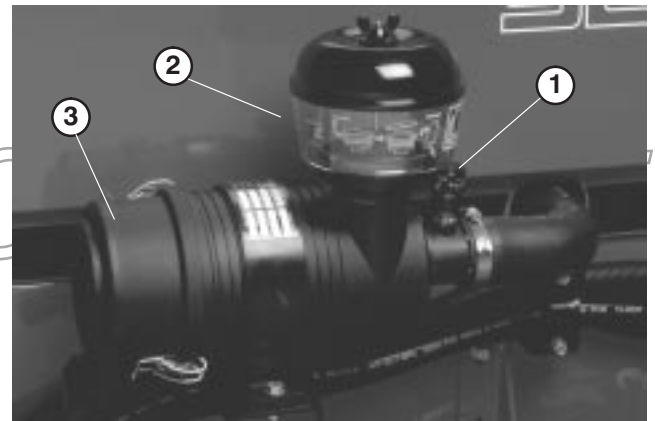

Figure 46
2. Faites l'entretien des filtres à air quand l'indicateur de colmatage (Fig. 46) est rouge ou toutes les 400 heures (plus souvent s'il y a beaucoup de poussière ou de saleté). N'effectuez pas l'entretien du filtre à air plus souvent.
1. Retirez la vis à oreilles et séparez le couvercle de la cuvette du préfiltre (Fig. 46).
9. Réarmez l'indicateur de colmatage (Fig. 46) s'il est rouge.